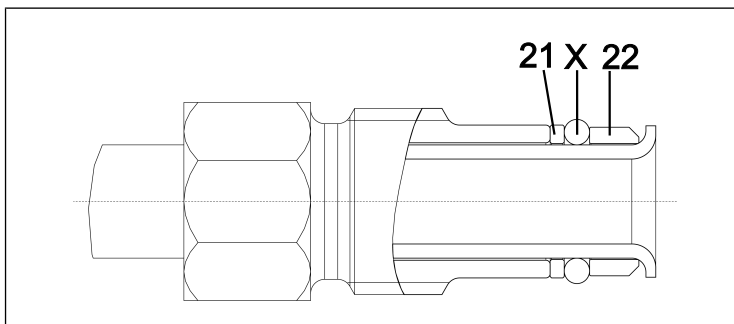

Fig. 18: Placement correct du joint torique
i Lors du remplacement des joints toriques, veillez à bien positionner les nouveaux joints toriques (entre manchon (22) et coussinet de glissement (21 Fig. 18).